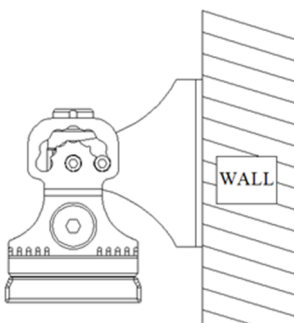
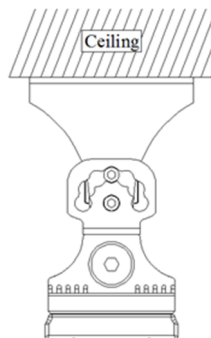

図 1
図 2
- ☞ 取付ブラケットは壁掛形 ( 図 1 ) と直付形 ( 図 2 ) に適用となります。
- ☞ The mount bracket is for the use of both Wall mount (Figure 1) and Hanging mount (Figure 2).